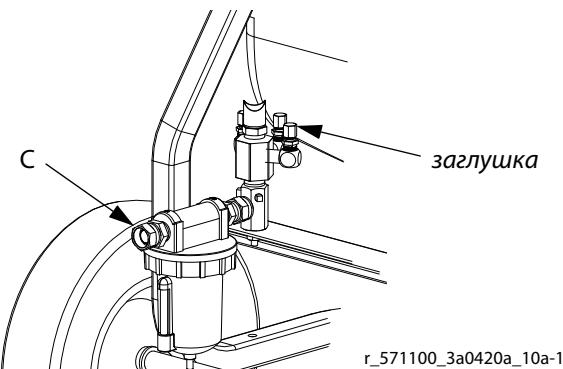

Рис. 8
- При необходимости извлеките заглушки для насоса промывки растворителем и воздушных шлангов подающего насоса. Инструкции по установке приведены в руководствах по эксплуатации насосов. См. Рис. 8.